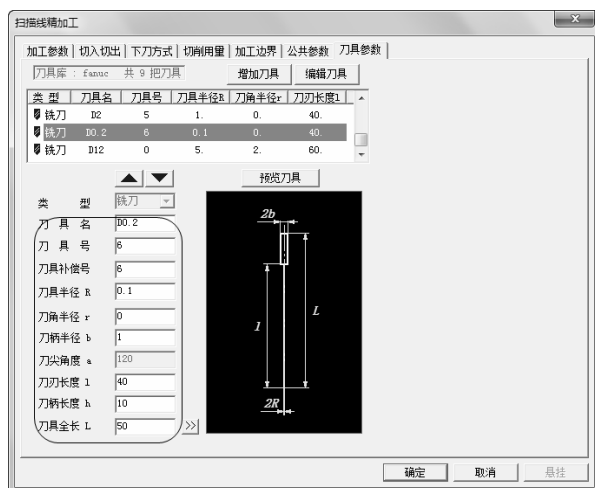

图 3-134 “刀具参数”选项卡
7) 单击“刀具参数”选项卡，选择刀具名称为“D0.2, r0”，D 代表刀具直径，r 代表刀角半径的雕铣刀。具体“刀具参数”参数数值如图 3-134 所示。